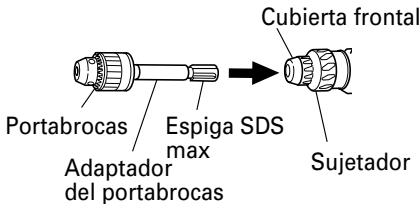

Fig. 12
- (2) Fijación del adaptador para portabarrenas al portabarrenas (Fig. 12)